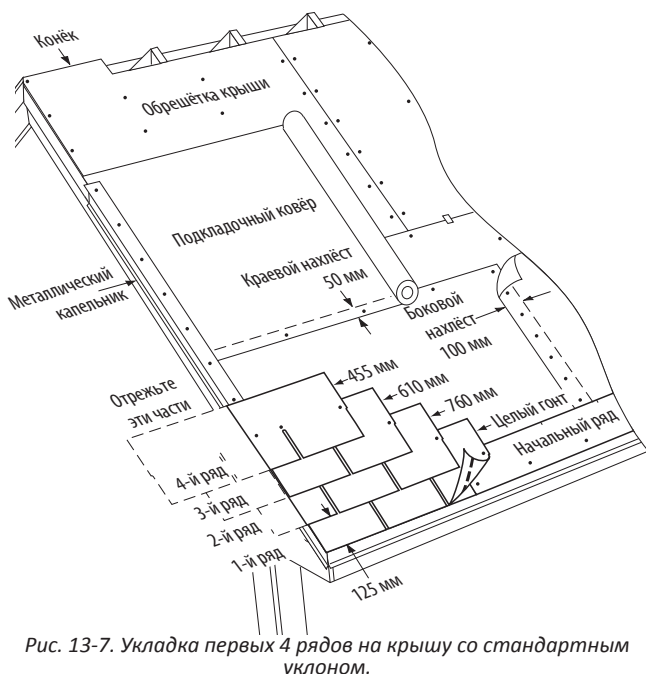

Рис. 13-7. Укладка первых 4 рядов на крышу со стандартным уклоном.
- 1-й ряд:** Уложите целый гонт в левом нижнем углу крыши таким образом, чтобы его язычки были вровень с гонтом начального ряда на карнизах и краю ската (Рис. 13-7).
1. В начале второго ряда отрежьте 15 см от левого края гонта и уложите кусок шириной 76,2 см на гонт первого ряда. Оставьте гонт первого ряда открытым на 12,7 см и расположите его левый край вровень с гонтом первого ряда на краю ската (Рис. 13-7).